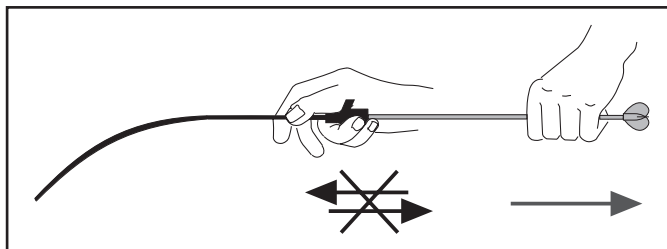

Figure 5. Repositionnement du stent
2. Immobiliser le raccord en T et tirer avec précaution sur le tube en acier inoxydable (voir la Figure 5). Cette opération a pour effet de rétracter l'endoprothèse carotidienne WALLSTENT dans la gaine externe.